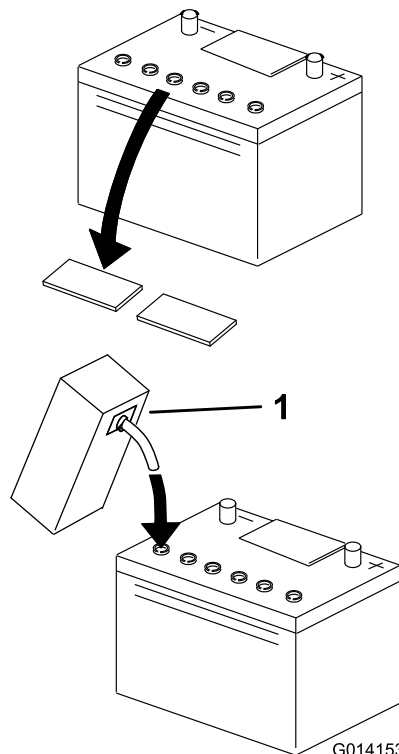

Figure 4
4. Nettoyez le dessus de la batterie puis retirez les bouchons d'aération (Figure 4).
5. Remplissez avec précaution chaque élément d'électrolyte jusqu'au niveau correct (Figure 4).
9. Au besoin, remplissez chaque élément jusqu'au niveau correct (Figure 4).